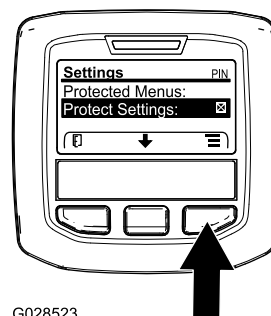

Figure 33
1. Dans le menu PRINCIPAL, appuyez sur le bouton central pour naviguer jusqu'au menu RÉGLAGES, puis appuyez sur le bouton droit (Figure 33).